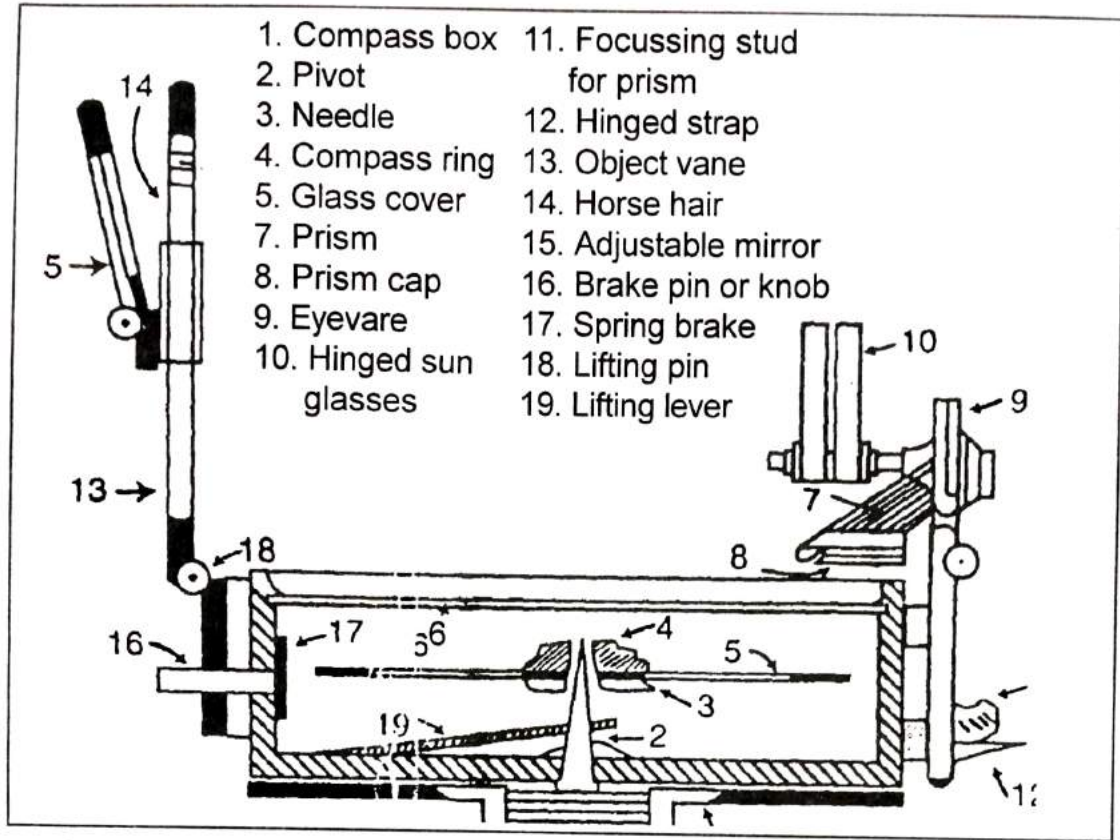

Fig. 2.1 : Parts of Prismatic Compass
প্রিজম্যাটিক কম্পাসে (Fig. 2.1) 85 থেকে 110 মিলিমিটার ব্যাসযুক্ত গোলাকৃতি একটি বাস্কেট ঠিক কেন্দ্রে একটি কীলক (Pivot) এর ওপর (2) একটি চুম্বক শলাকা (3) এমন ভাবে লাগানো থাকে যাতে তা সহজেই যে কোন দিকে ঘুরতে পারে। চুম্বক শলাকার চারপাশে একটি অ্যালুমিনিয়ামের পাতে তৈরী ডিগ্রী ও মিনিট ভাগ করা গোলাকার একটি চাকতি (Graduated Circle) লাগানো থাকে। শলাকাটির দক্ষিণ প্রান্তে অ্যালুমিনিয়াম চাকতিটির ওপর '0' দাগ কাটা থাকে এবং তা ক্রমশ ঘড়ির কাঁটার দিকে